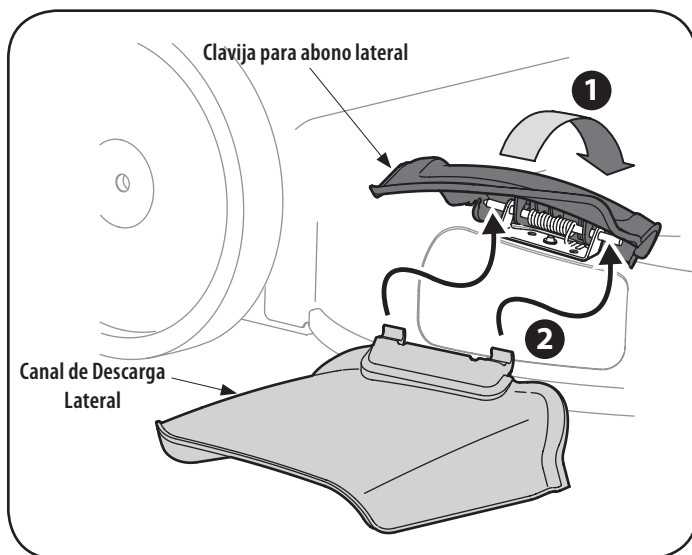

Figura 9
1. En el costado de la podadora, levante el adaptador para abono. Vea Figura 9.